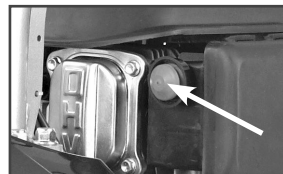

Рис.13 Праймер подкачки топлива
2. Нажмите на праймер подкачки топлива 1 (Рис.13) три раза. При запуске теплого двигателя праймер нажимать не надо.